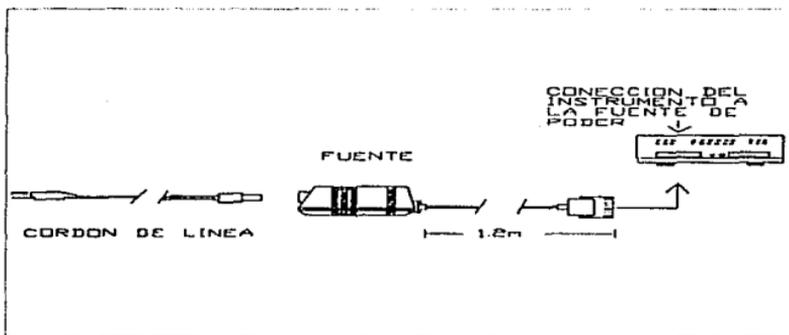

FIGURA 1.4
- Cada instrumento debe de ser conectado a la fuente de poder. Esto se hace colocando el cable correspondiente en la parte posterior como se muestra en la figura 1.4.
- Conecte el cable de corriente a la línea. Colocar en posición de encendido (ON) la cual se verá mostrada por medio de un led indicador.